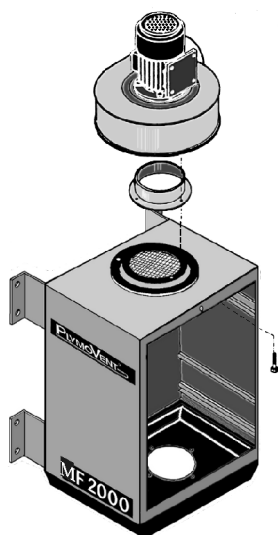

Рисунок 8.4
8.4. При установке вентилятора на фильтр, отсоедините фланец вентилятора. Установите его на фильтр и соедините вместе фильтр, фланец, и вентилятор болтами изнутри корпуса фильтра. (см. рис. 8.4.)